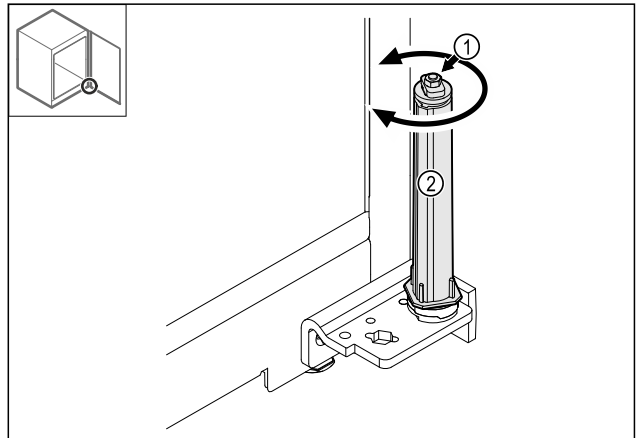

Fig. 34
- Verschraubung Fig. 34 (1) des Schließsystems nicht zerlegen.
- Schließsystem Fig. 34 (2) drehen, bis es klickt.